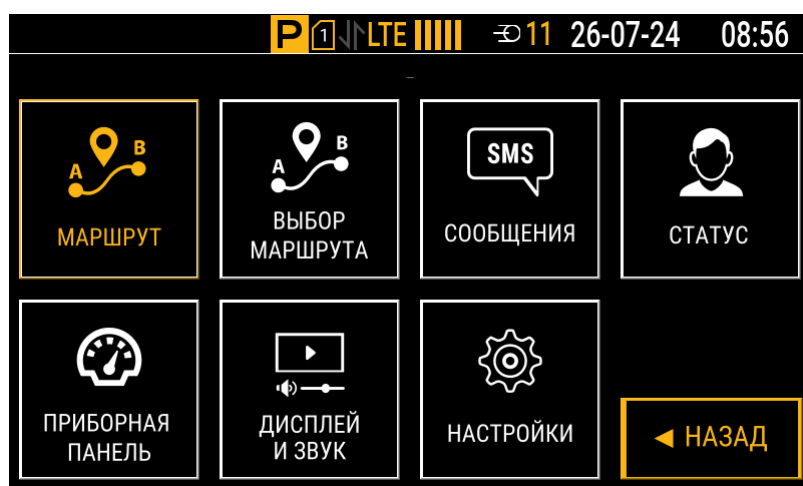

Рис.9. Главное меню
**Примечание.** Выбор пунктов в главном меню может осуществляться как с помощью сенсорного экрана, так и с помощью кнопок управления на передней панели контроллера. Выбранный пункт меню выделяется желтым цветом (Рис.9).